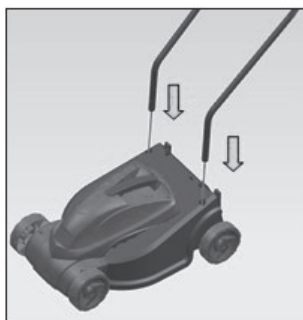
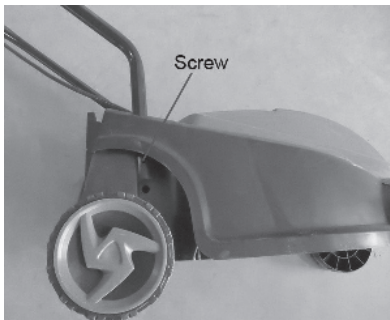
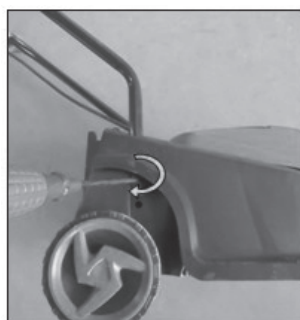

Рис.3A
Рис.3B
Рис.3C
A). Вставьте нижнюю ручку в отверстия и зафиксируйте с помощью прилагаемого винта (рис.3A/рис.3B/рис.3C).